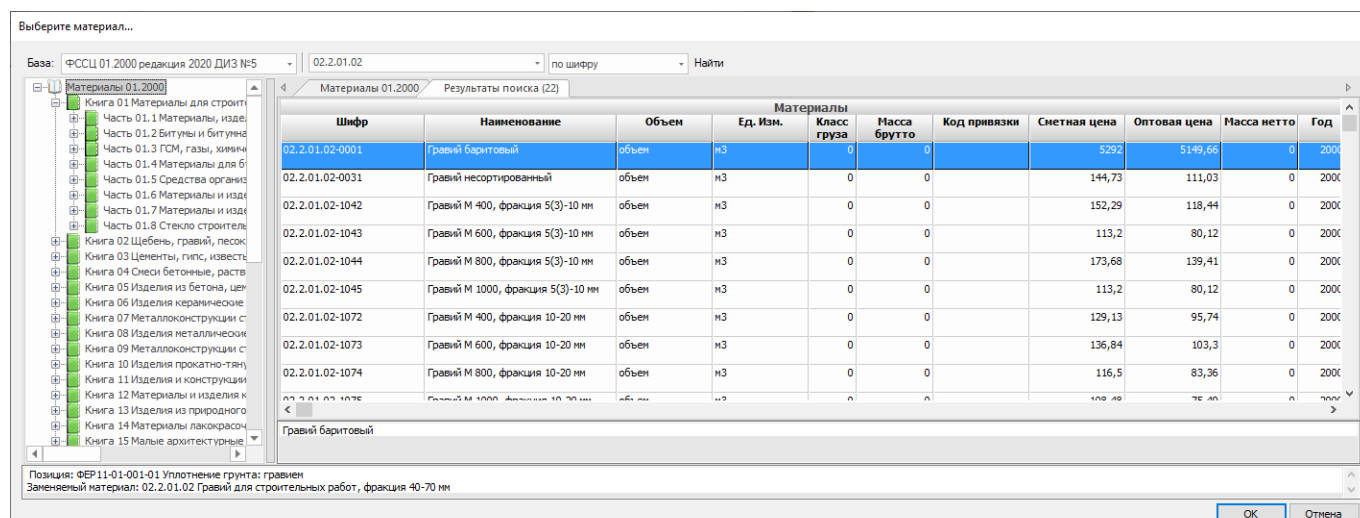

Рис. 3.5 Выбор неучтенного материала
- 2. При добавлении расценки, содержащей неучтенный материал, будет открываться диалоговое окно, в котором предлагается произвести выбор неучтенного материала (рис. 3.5).